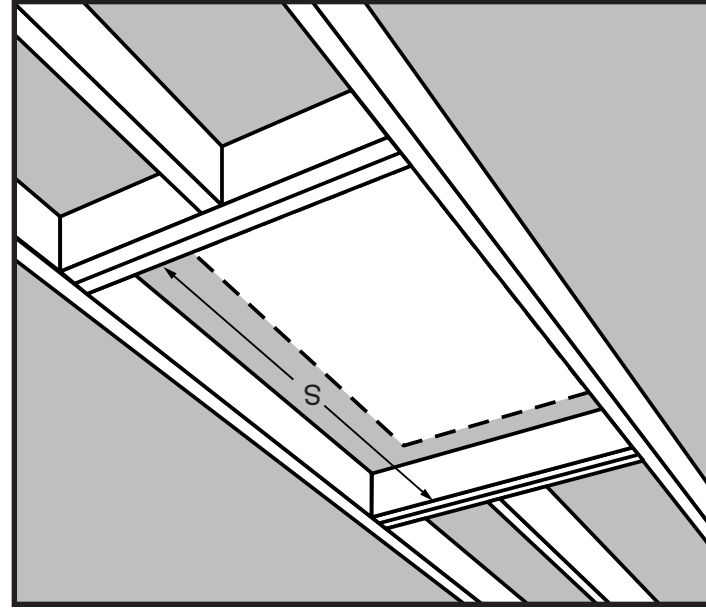

Figura 17
PASO 1. Mida la longitud "S" del larguero entre los cabeceros (Véase la Figura 17).